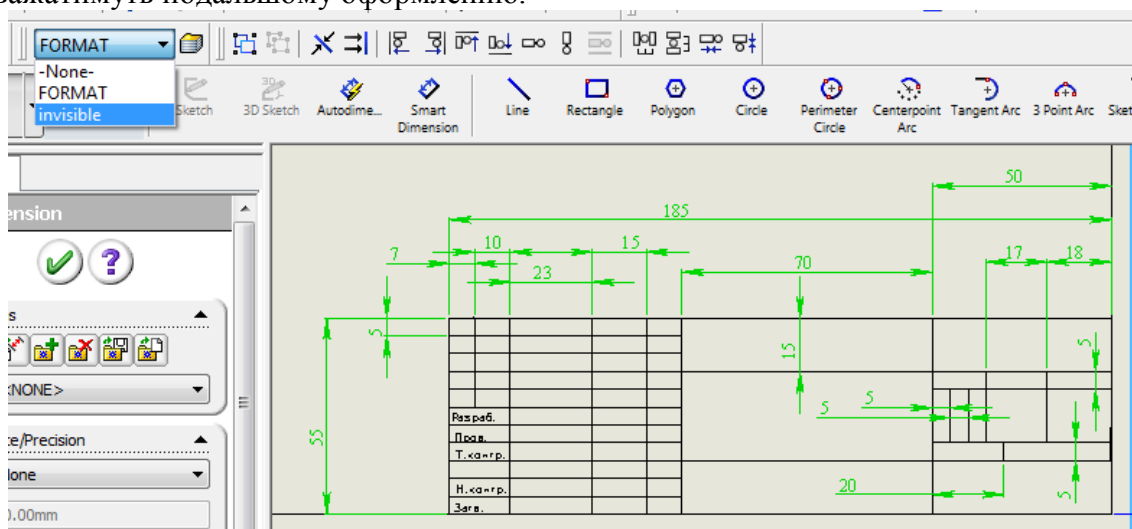

Рис. 8.2.9. Перенесення розмірів на шар Invisible
9. Виділіть розміри зажавши Shift і по черзі подавайте всі розміри для визначення форматки до виділення (рис. 8.2.9). Далі перейдіть до панелі інструментів **СЛОИ**, наведіть мишкою на випадаючий список з наявними шарами. Розкрийте його і виберіть там шар INVISIBLE. Всі, розміри, які визначали форматку, зникли з екрану і не заважатимуть подальшому оформленню.